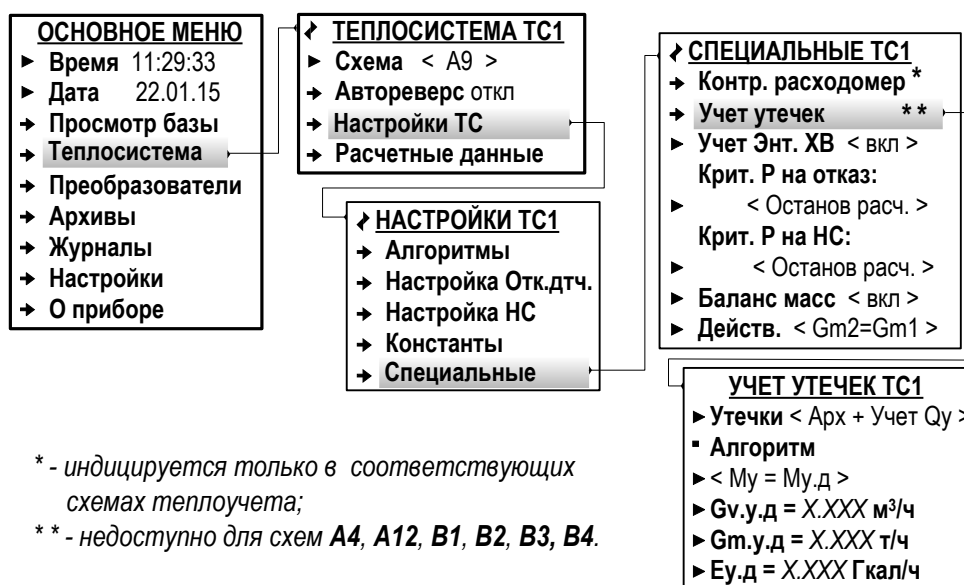

Рис.21. Вид меню «Учет утечек» (режим СЕРВИС).
7.4.8.1. В ТВ учет утечек не предусмотрен для схем теплоучета **A4, A12, B1, B2, B3, B4**. Для остальных схем теплоучета включение функции учета утечек выполняется в меню **Теплосистема / Настройки ТС / Специальные / Учет утечек** (рис.21).
7.4.8.6. Отключение функции учета утечек выполняется в меню **Теплосистема / Настройки ТС / Специальные / Учет утечек** (рис.21) после установки значения **Откл** для параметра **Утечки**.
7.4.9.1. В тепловычислителе предусмотрена функция **Баланс масс** в системе отопления (для закрытых схем теплоучета), позволяющая пересчитывать значения массового расхода в подающих (**Gm1**, **Gm3**) и обратных (**Gm2**, **Gm4**) трубопроводах контролируемых теплосистем. Включение функции происходит после установки значения **вкл** для параметра **Баланс масс** в подменю **Теплосистема / Настройки ТС / Специальные** (рис.21).